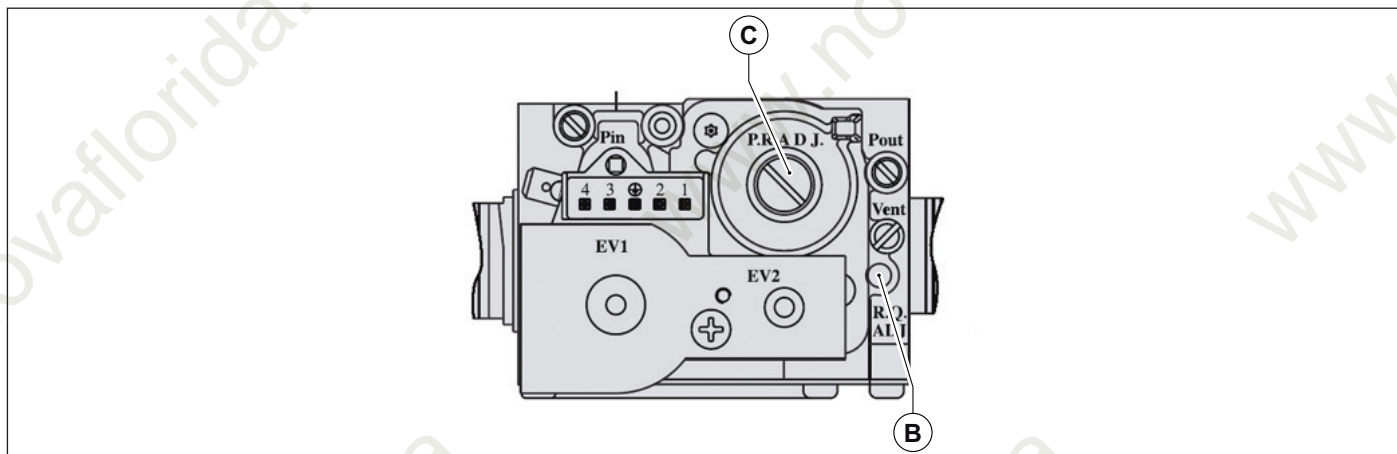

Рис. 24 Регулировка уровни содержания углекислого газа
- Отрегулировать уровень содержания углекислого газа (CO2) в дымовых газах с помощью соответствующего регулятора **B** (смотри Рис. 24 Регулировка уровни содержания углекислого газа) и удостовериться, что его величина находится в пределах, указанных в Табл. 11 Содержание CO2 в дымовых газах. Не выключая режим "трубочист", перейти к следующему этапу — регулировке минимальной мощности.
- Отрегулировать уровень содержания углекислого газа (CO2) в дымовых газах, вращая регулятор «offset» **C** (смотри Рис. 24 Регулировка уровни содержания углекислого газа) и удостовериться, что его величина находится в пределах, указанных в Табл. 11 Содержание CO2 в дымовых газах.